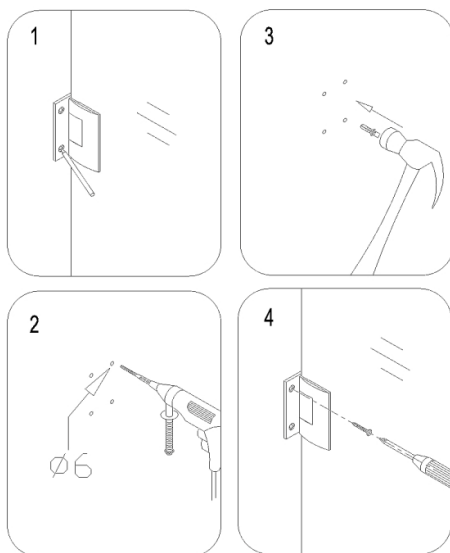

Рис. 3
3. Держите дверь на месте, и отметьте отверстия для сверления для обеих петель (3) на стене. Просверлите отверстия в стене и вставьте дюбели (15), а затем прикрепите обе петли к стене винтом с потайной головкой ST5 × 70 (7). См Рис. 3 инструкции.